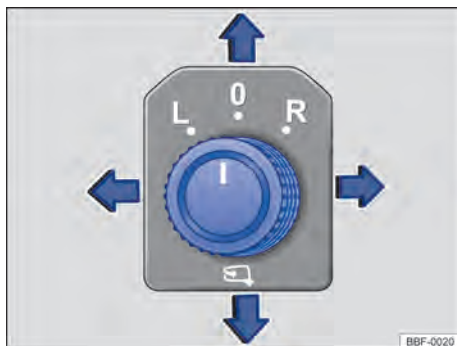

Fig. 77 Na porta do condutor: botão rotativo de ajuste dos espelhos retrovisores externos elétricos.
- Girar o botão rotativo na porta do condutor até o símbolo desejado → Fig. 77.